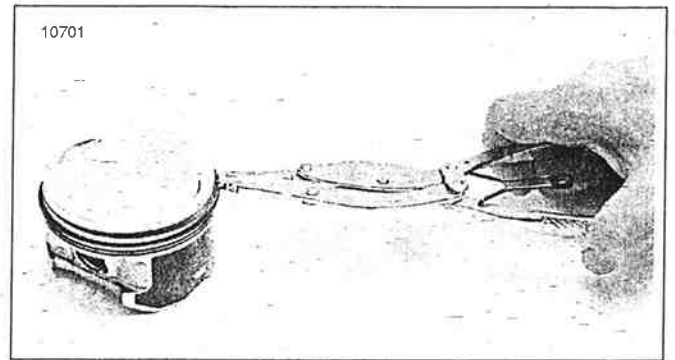

Figura 3-23. Extracción de los anillos del pistón
9. Vea la Figura 3-23. Extienda los anillos del pistón hacia fuera hasta que libren las ranuras en el pistón y levántelos para extraerlos.